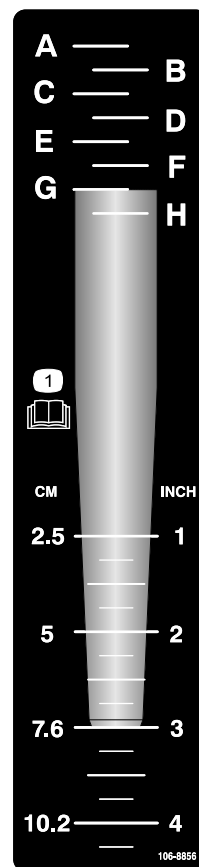

Figura 23
1. Coloque ponta pretendida no autocolante de profundidade enquanto alinha a ponta com a profundidade de arejamento pretendida, como se mostra na Figura 23.
2. Determine a configuração da letra alinhada com a extremidade de montagem da ponta (Figura 23). Ajuste o controlo da profundidade com a letra correspondente no autocolante.